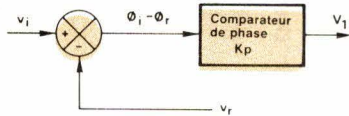

Fig. 1. – Principe de la boucle à verrouillage de phase.
- Un comparateur de phase (CP), chargé d'élaborer la différence entre les phases de deux tensions (fig. 1).
Le schéma est alors très simple dans ce cas (voir fig. 1). En boucle fermée, le système est du premier ordre et donc toujours stable.